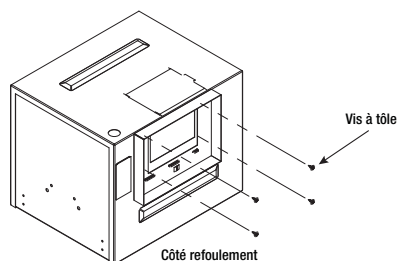

Figure 3 — Dépose de la bride de refoulement
1. Pour déposer la sortie de caisson Dayton®, démonter les quatre (4) vis à tôle qui attachent la bride de refoulement de gaine au caisson. Voir la Figure 3.